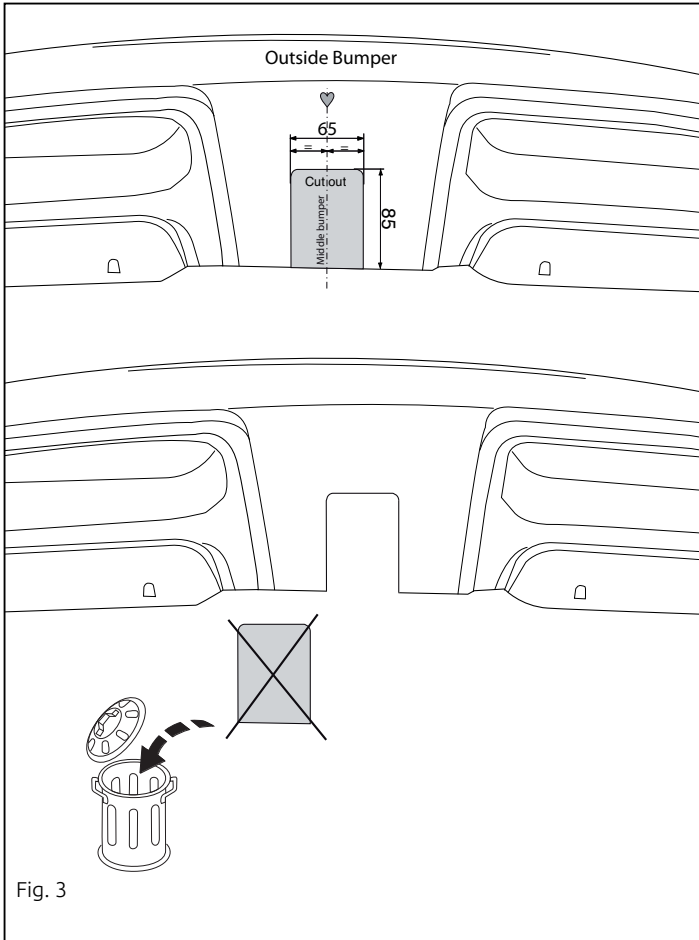

Fig. 3
8. Выпилить обозначенную часть, как указано на рис.3.